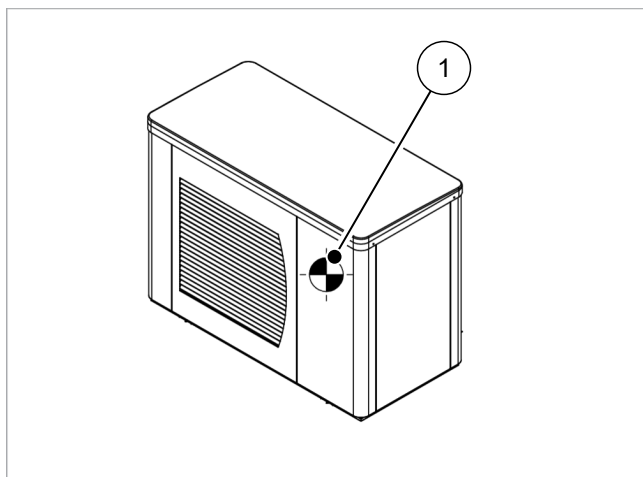
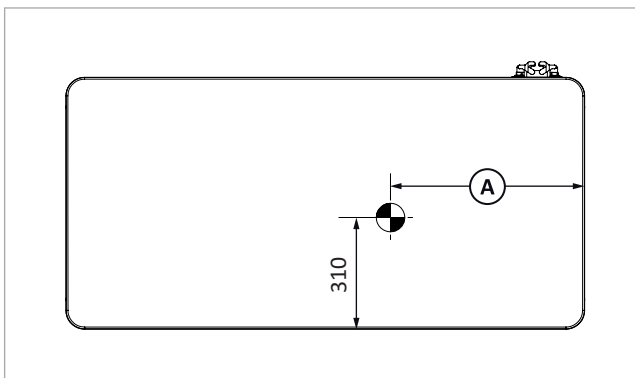

Abb. 2: Transport SolvisPia - Position des Schwerpunkts (1) in der Wärmepumpe
Abb. 3: Position des Schwerpunkts bei SolvisPia - Ansicht von oben
- Der Schwerpunkt befindet sich im Bereich des Verdichters (siehe → Abb. 2 und Abb. 3)
- Wenn das Gerät beim Transport angekippt werden muss, darf dies nur kurzzeitig über eine der Längsseiten geschehen, der Verdichter (siehe → Abb. 3) soll sich dabei stets oben befinden